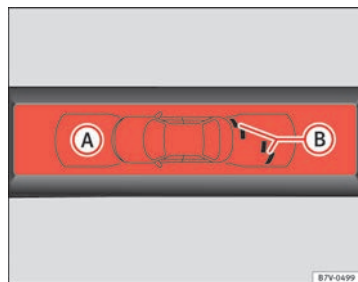

Fig. 145 Indicazione dell'OPS sul display: (A) è stato rilevato un ostacolo nel segmento. (B) zona registrata davanti al veicolo.
La zona in cui vengono rilevati ostacoli si estende davanti al veicolo fino a una distanza di 120 cm e di fianco fino a 60 cm ⇒ fig. 145 (B). Dietro il veicolo, la zona analizzata arriva fino a una distanza di 160 cm e a 60 cm sui lati+ ⇒ fig. 144 (C).
Il grafico rappresenta le zone perlustrate in vari segmenti. Man mano che il veicolo si avvicina a un ostacolo, più si avvicina il segmento al veicolo rappresentato ⇒ fig. 144 (B) e ⇒ fig. 145 (A). Avvicinandosi al penultimo segmento, si arriva alla zona di collisione. **Fermarsi!** ►